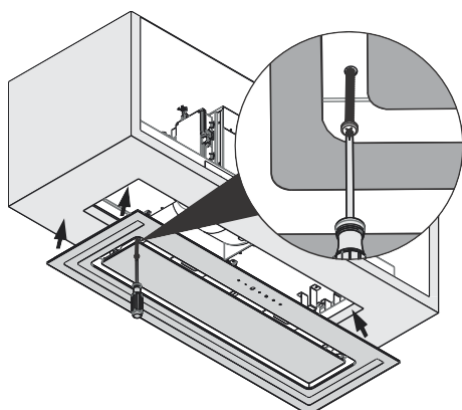

Fig. 15
- 7. ➤ Sätt tillbaka glaspanelen (Fig. 15).